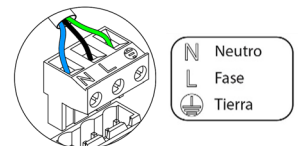

Fig. 67
La conexión de alimentación eléctrica del módulo se realiza mediante una borna de 3 pines ①. Fije los cables con los tornillos de la borna respetando la polaridad de la misma (Fig. 67).